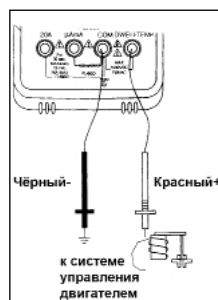

Рис. 2
- Подключите красный щуп к проводу цепи (цепи клапана регулирования состава смеси), чёрный щуп - к заземлению (см. рис. 2).